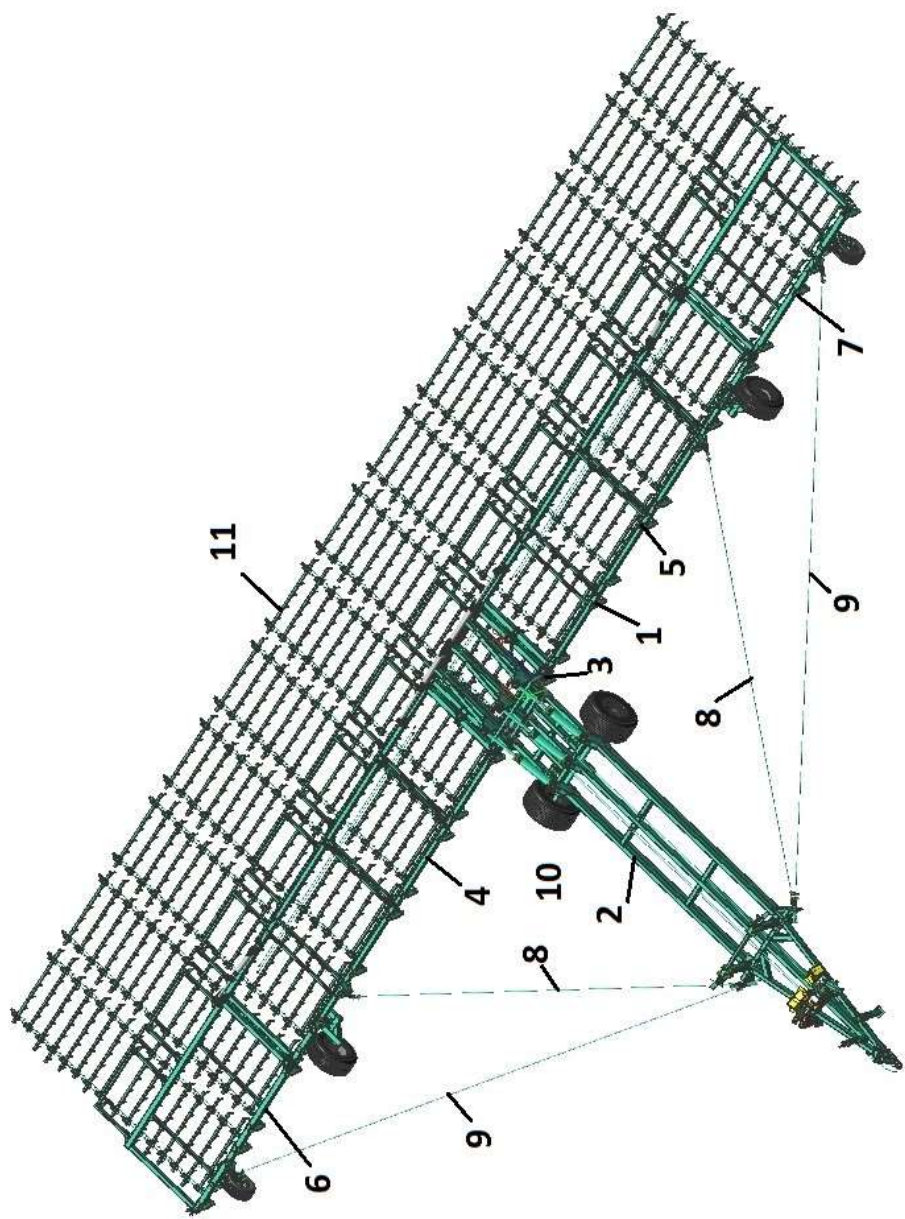

Рисунок 1 – Общий вид бороны в рабочем положении
3.1 Борона БЗШ (рис. 1) представляет собой полуприцепную машину, состоящую из: рабочей части 1, транспортной тележки 2, растяжек крыльев 8 и открьлков 9, гидросистемы 10. Общий вид бороны в транспортном положении показан на рисунке 2.
- установить растяжки крыльев и открылков (рис. 1) и отрегулировать их